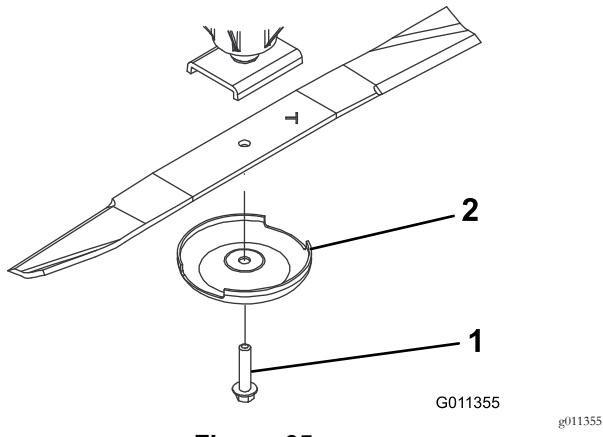

Figura 65
2. Fixe a extremidade da lâmina utilizando um pedaço de tecido ou uma luva grossa. Retire o parafuso da lâmina, o recipiente antidanos e lâmina do eixo (Figura 65).
3. Instale a lâmina, com a aba voltada para a plataforma de corte, com o recipiente antidanos e o parafuso da lâmina (Figura 65). Aperte a porca de bloqueio com 115 a 149 N·m.
Se a lâmina continuar a sofrer este tipo de desgaste irá formar-se uma ranhura entre a parte curva e a parte plana da lâmina (Figura 65). Eventualmente, pode soltar-se algum pedaço da lâmina e projetar-se, ferindo-o a si ou a qualquer pessoa próxima.